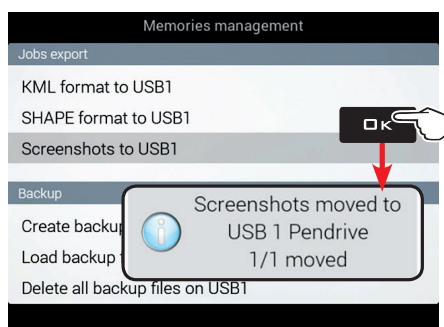

Fig. 282
- Välj punkten **Screenshots to USB 1** (Fig. 282) och tryck **OK**.